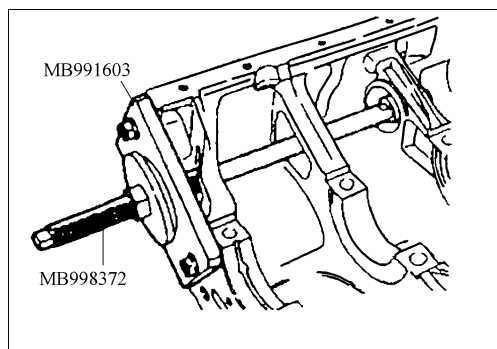

图 2-92 拆卸左平衡轴后轴承
5) 拆卸平衡轴后轴承。如图 2-92 所示, 用专用工具从气缸体上拆卸左平衡轴的后轴承。拆卸左平衡轴后轴承时, 应在气缸体前面安装专用工具 (MB991603)。